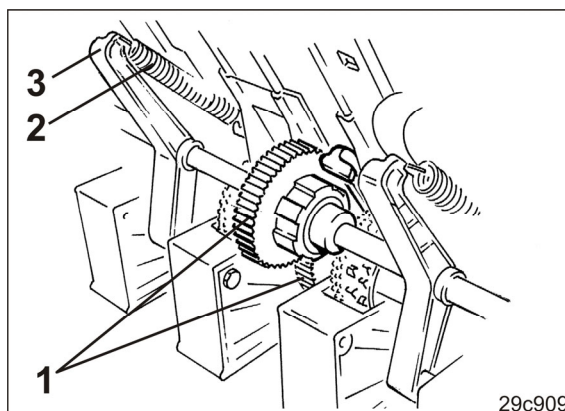

Fig. 131
15. Angrenați dinții (Fig. 131/1) cuplajului cu arc cu ai roții cilindrice a axului de distribuție.
16. Agățați arcurile de tracțiune (Fig. 131/2) la lagărele oscilante (Fig. 131/3).